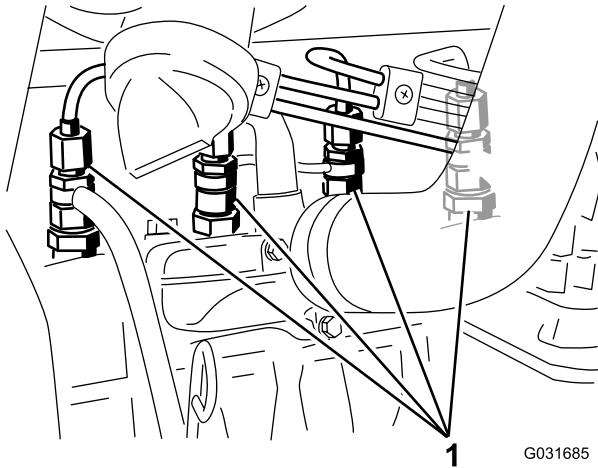

Figura 42
1. Afloje la conexión entre el tubo y el conjunto de boquilla y soporte N° 1 (Figura 42).